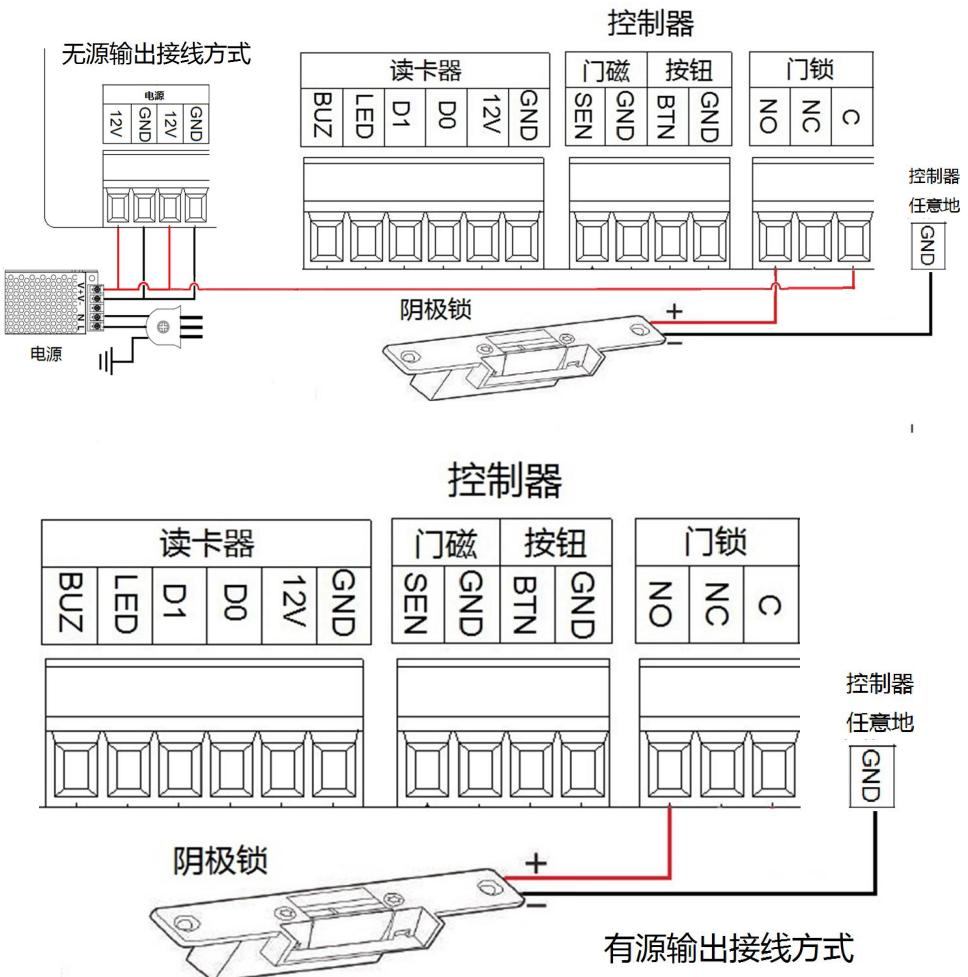

图 9: 阴极锁接线示意图
3. 断电上锁的，如阴极锁，锁的负极接控制器的 GND，C 端接电源的正极，NO 端接锁的正极，如图 9 所示：